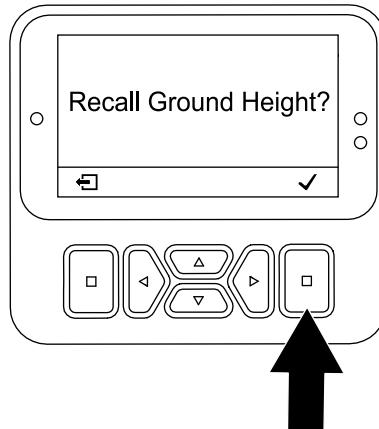

Figura 106
6. Alla schermata Verifica dell'altezza dal terreno (Figura 106), premete il pulsante Invio.